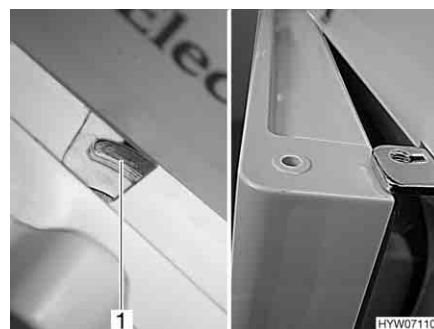

Fig. 148 Porta del frigorifero in posizione di ricircolo dell'aria (serie Dometic 7)
- Spostare il dispositivo di bloccaggio completamente verso destra. La porta del frigorifero è bloccata con l'ausilio dell'arresto della porta (Fig. 148,1). In questo modo la porta del frigorifero rimane ferma in posizione socchiusa (Fig. 148).